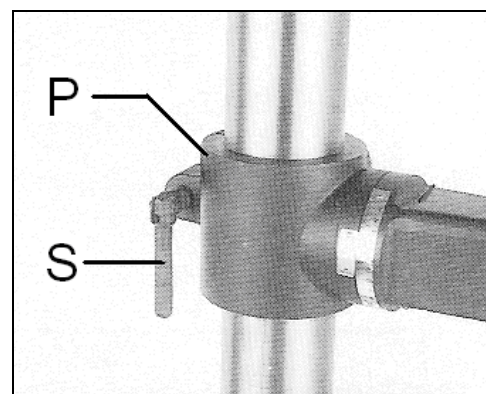

Fig 4
Visser la poignée de serrage (S, Fig 4) dans la flasque de la colonne (P).